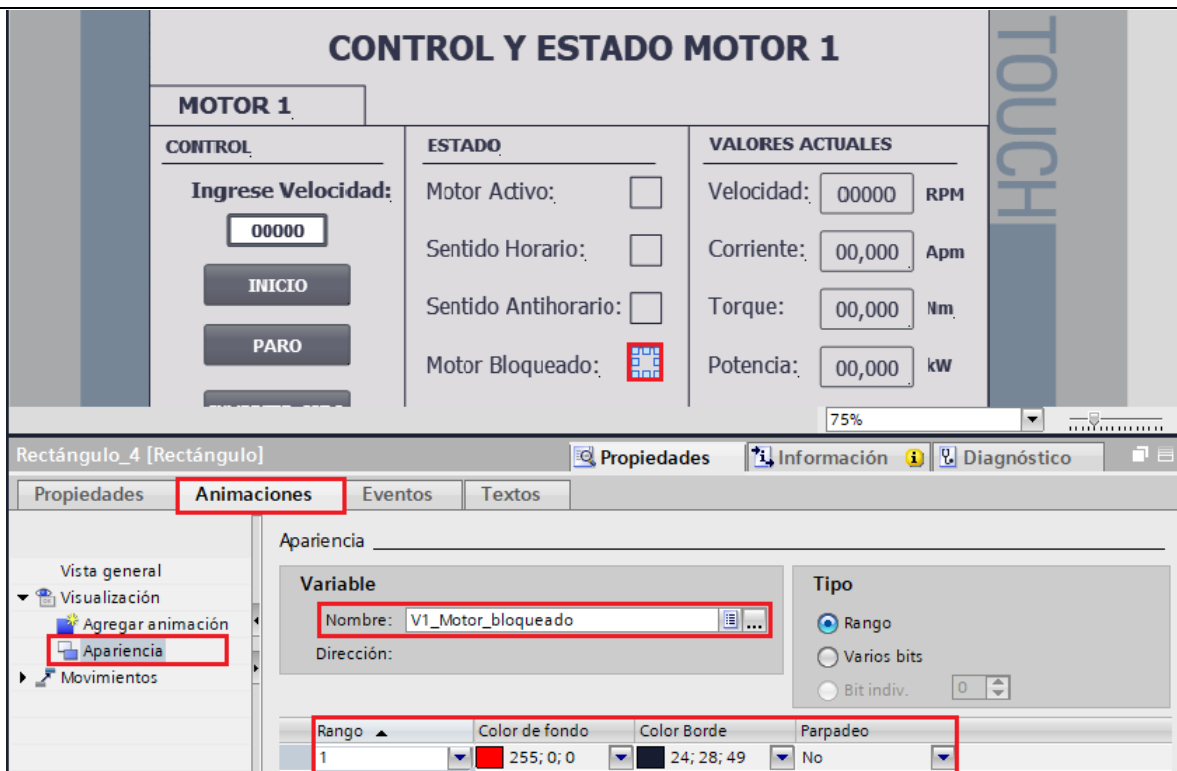

Figura 55. Configuración estado Motor Bloqueado.
- En “Rango” seleccionar “1” y en “Color de fondo” seleccionar el color “Rojo” (ver Figura 55).